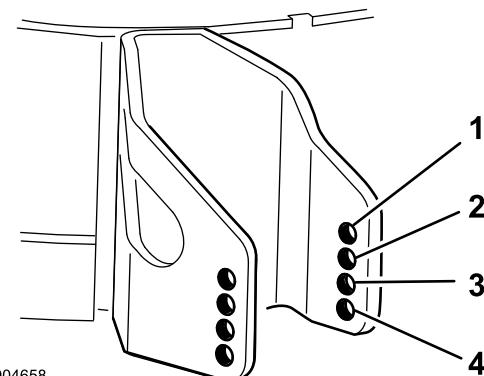

Figura 27
- Seleccione el taladro que hará que el rodillo protector del césped esté lo más próximo posible a la altura de corte deseada (Figura 27).